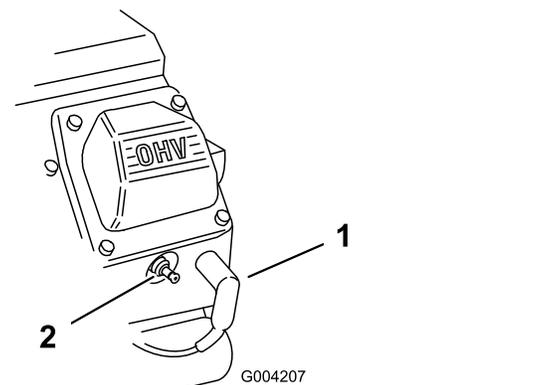

Figure 47
- Débranchez les fils des bougies (Figure 47).
3. Rebranchez les fils des bougies (Figure 47).